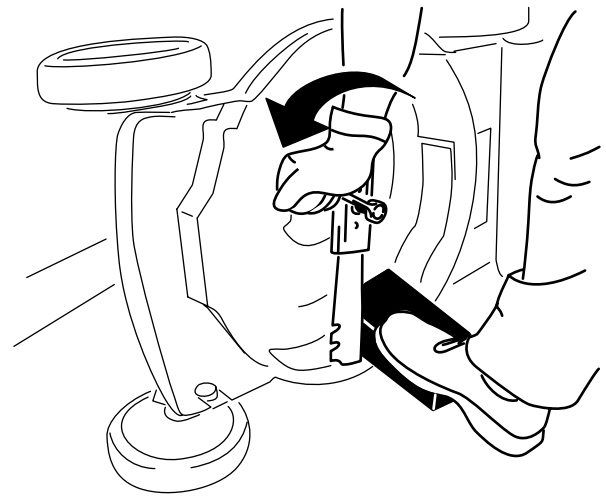

Figura 20
2. Folosii o bucată de lemn pentru a menține lama stabilă (Figura 20).
3. Îndepărtați lama, păstrând toate elementele de montare (Figura 20).